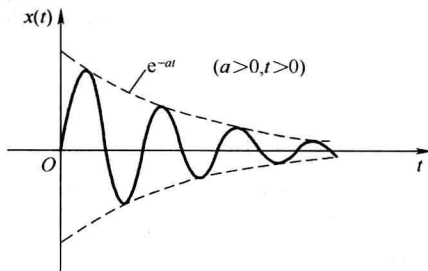

图 1-1 衰减振荡信号
② 瞬变(态)信号。在有限时间段存在, 随着时间的增加而幅值衰减至零的信号, 如有阻尼衰减自由振动信号是非周期的瞬变信号 (见图 1-1)